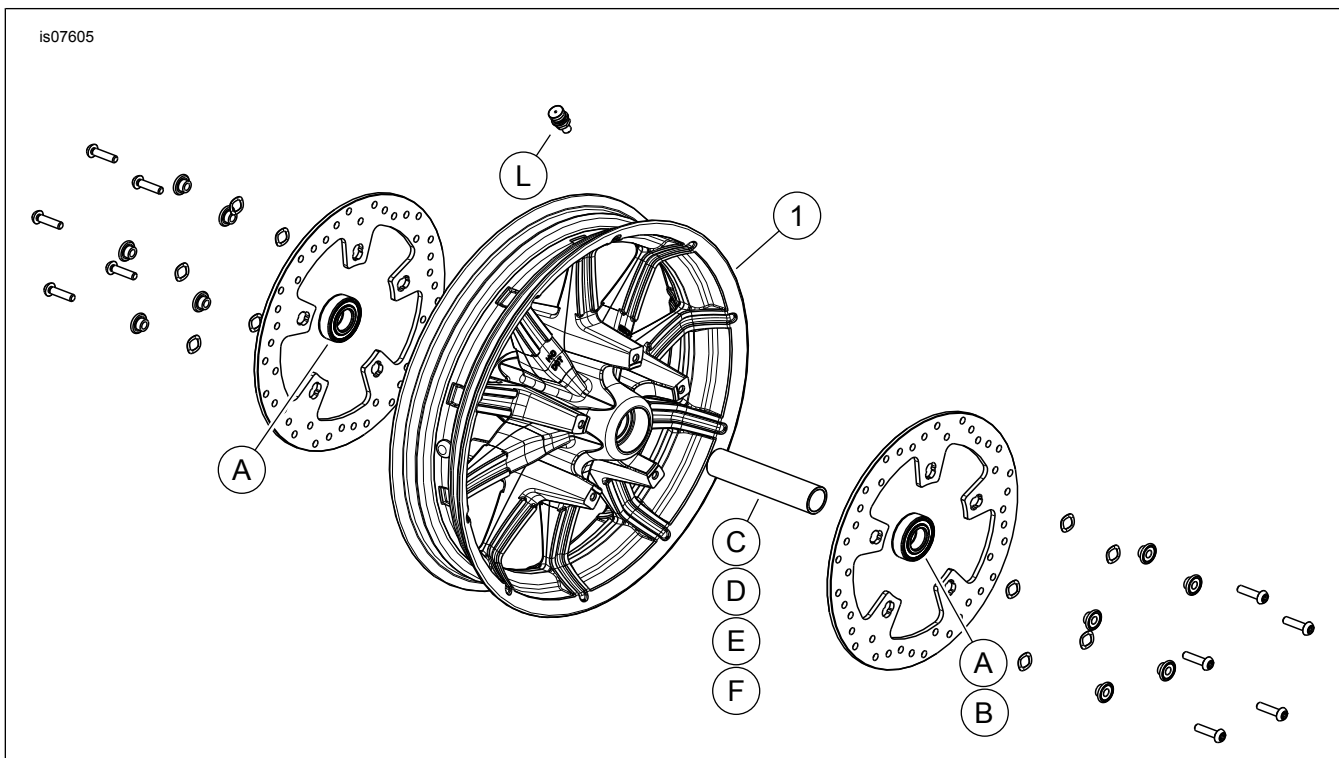

Figure 1. Pièces de rechange : ROUES AVANT IMPELLER
2. Voir Figure 1. Installer l'ensemble de tige de valve (L) sur la roue. Voir PNEUS dans le manuel d'entretien.